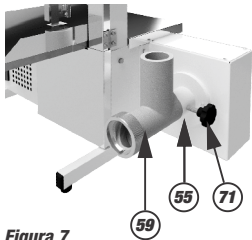

Figura 7
- Encaixe o corpo da boca (59) no mancal dianteiro (55) e aperte o manipulo 3/8" x 1.1/2" (71) conforme **figura 7**.
Componentes do equipamento que podem ser removidas para a limpeza: - Proteção da Lâmina (42); - Lâmina (21); - Taco da Mesa (45), (figura 7); - Discos do Moedor (61 e 62); - Faca cruzeta (63); - Rosca sem fim e pino do caracol (66 e 68); - Bocal do moedor (59); - Prato do moedor de carne (59).
- Desmonte os componentes conforme orientações dada no item 2.3 deste manual.